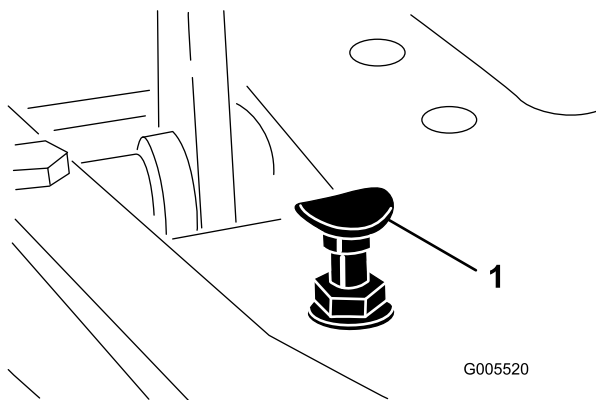

Bild 56
Stellen Sie den Funktionsschalthebel in die Transportstellung und drücken Sie das Gaspedal nach unten, um die maximale Transportgeschwindigkeit zu erreichen. Wenn das Pedal den Anschlag erreicht (Bild 56), bevor das Kabel gespannt ist, müssen Sie die Einstellung ändern:
1. Stellen Sie den Funktionsschalthebel in die Transportstellung lösen Sie die Sicherungsmutter, mit der der Pedalstopp an der Grundplatte befestigt ist (Bild 56).